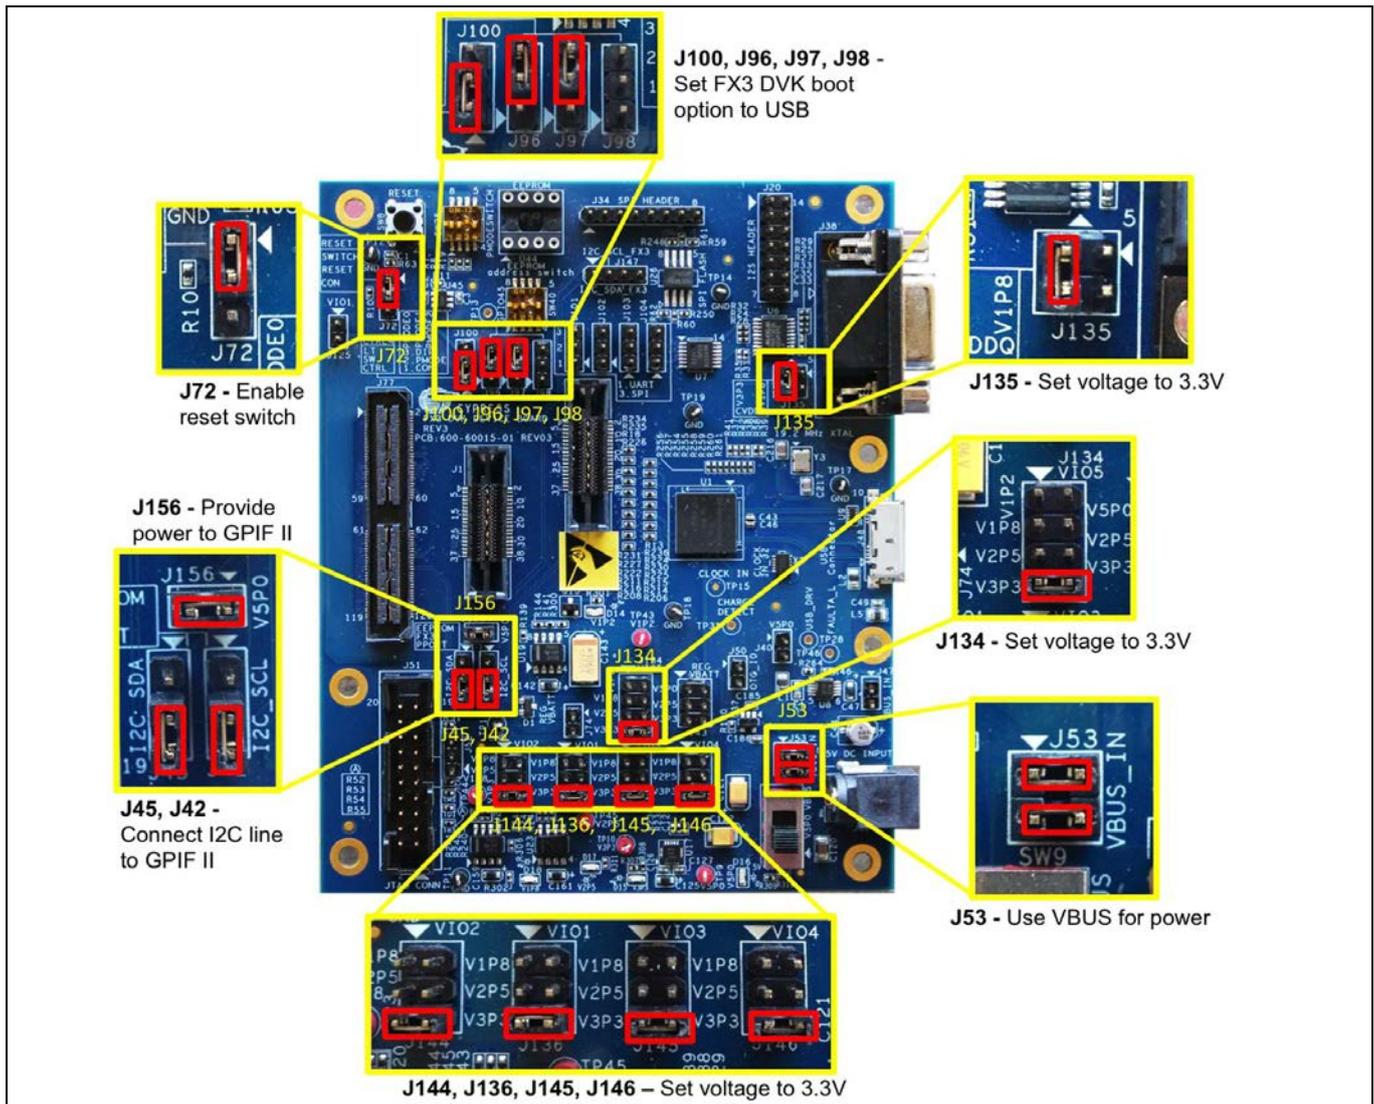

Figure 56 EZ-USB™ FX3 DVK ジャンパ
1. **Figure 56** に示すように、EZ-USB™ FX3 DVK 基板上のジャンパを設定します。図で強調表示されていないジャンパをセットしないでください。